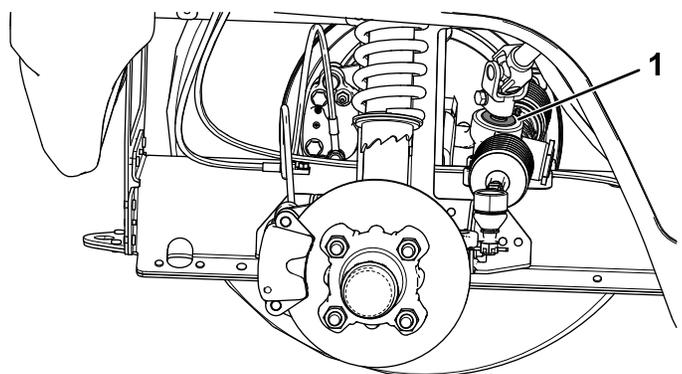

Рисунок 55
**Внимание:** Проверьте состояние и надежность уплотнения вала ведущей шестерни (Рисунок 55).